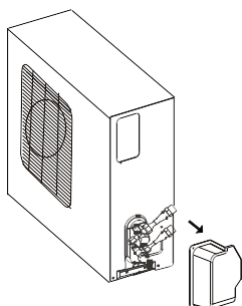

Fig.6.1
1. Primero, retire la bandeja de agua de la unidad exterior como se muestra en la fig.6.1.